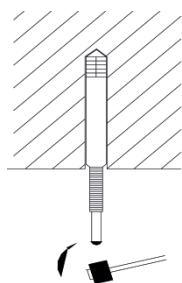

Рис. 3
1. Вставьте дюбель M10 в отверстие, затем забейте гвоздь в дюбель. См. чертежи внутреннего блока с габаритными размерами для определения расстояния между отверстиями и Рис. 3 для установки дюбеля.